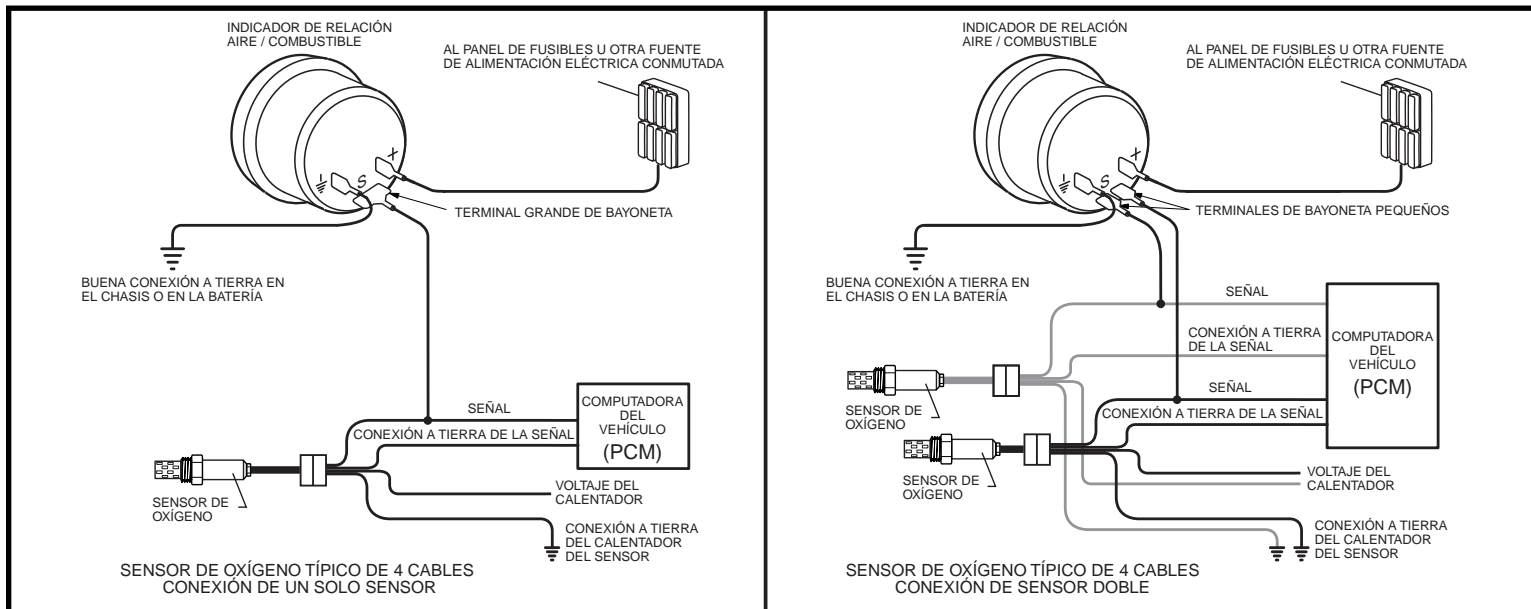

Figura 3. Conexiones del Indicador de Relación Aire/Combustible
Consulte la Figura 3 (en la contraportada) y efectúe las conexiones del indicador de la siguiente manera.
6. Conecte los cables de señal al indicador y al circuito de SEÑAL del sensor de oxígeno en el vehículo. Consulte la Figura 3 (en la contraportada) y efectúe las conexiones del indicador de la siguiente manera.
■ Si su vehículo está equipado con dos sensores de oxígeno pre-convertidor catalítico, engarce o solde dos cables a los dos terminales pequeños de bayoneta hembra (incluidos en el conjunto de indicador), y conecte los terminales a los dos postes de señal pequeños de bayoneta, hembra, en la parte posterior del indicador. Empalme uno de los extremos flojos de los alambres de señal del indicador al circuito de la señal del sensor de oxígeno en el banco #1 del motor, empalme el otro alambre de la señal al circuito de la señal del sensor de oxígeno en el banco #2 del motor. Esto permite que los LEDs al lado derecho del indicador exhiban la proporción de aire/combustible para el sensor de oxígeno del banco 1 y los LEDs en el lado izquierdo del indicador exhiban la proporción de aire/combustible para el sensor de oxígeno del banco 2 (véase la figura 3).